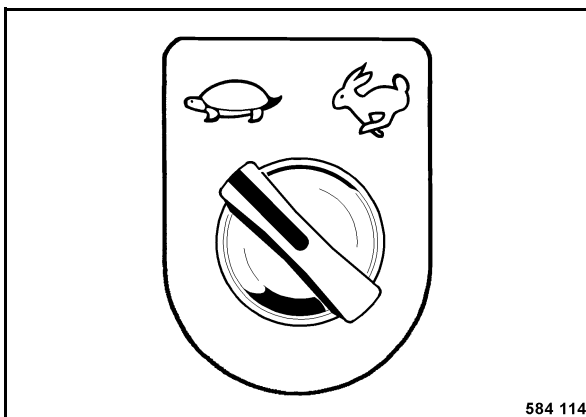

Fig. 65
- Poner el interruptor giratorio de niveles de marcha (Fig. 65) a posición "tortuga".